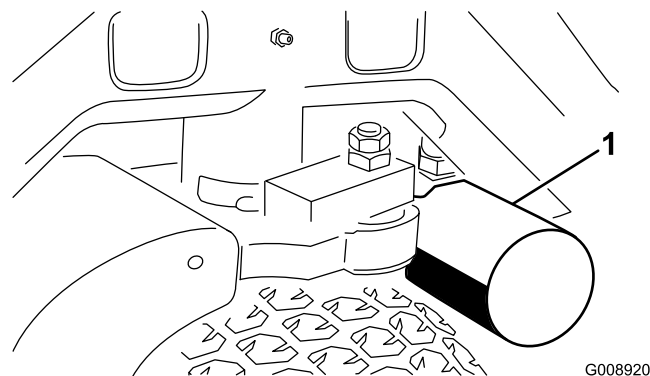
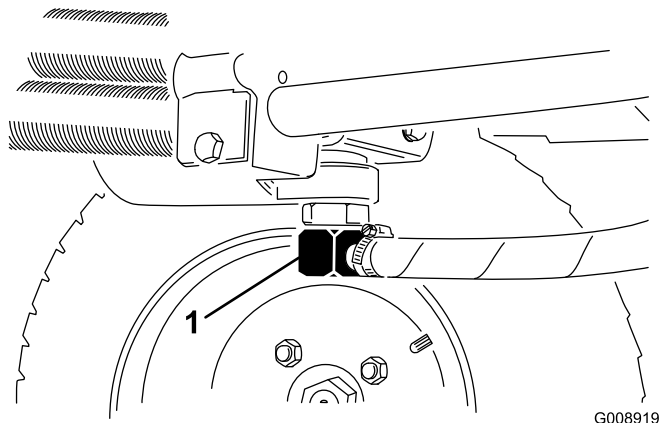

Figura 56
Figura 57
3. Limpe a zona de montagem do filtro. Coloque um recipiente de escoamento debaixo do filtro (Figura 56) e retire o filtro.
2. Desconecte as tubagens hidráulicas (Figura 57) ou retire o filtro hidráulico (Figura 56) e deixe que o fluido hidráulico esorra para dentro de um recipiente de escoamento. Instale as tubagens hidráulicas quando o fluido pare de escorrer.